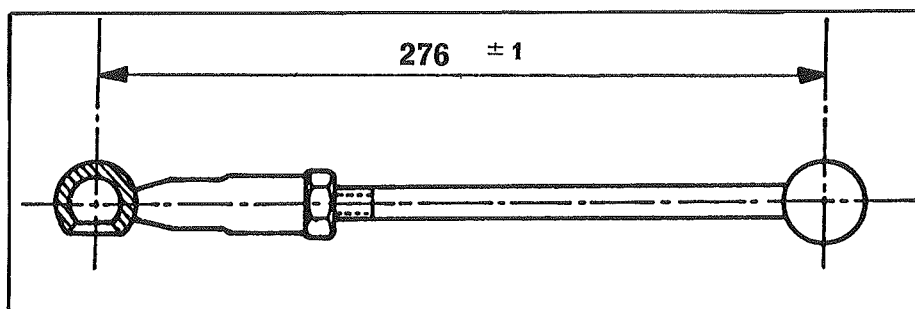

Fig. 5
- la longueur de la biellette (J) (fig. 2) (pré-réglage avant montage 276 mm) (fig. 5).